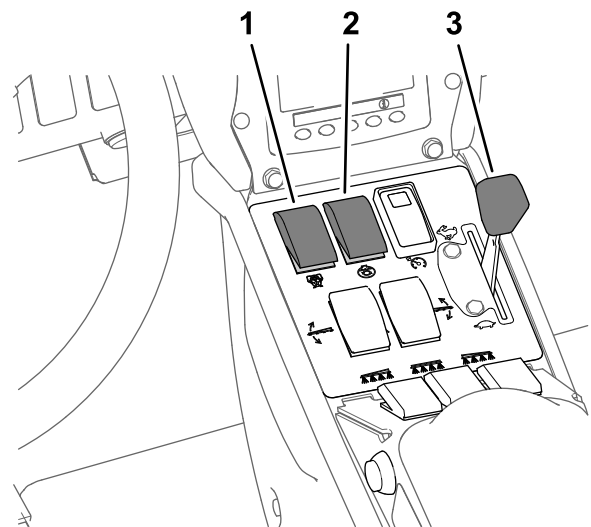

図 43
7. ポンプスイッチを ON 位置にする図 43。
8. スロットルレバーを高速位置にし図 43そのまま 10 分間待つ。
6. 攪拌スイッチを OFF 位置にし、スロットルを高速にする 図 43。